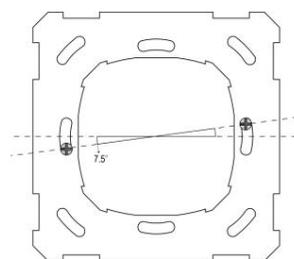

Fig.6
**Remarque:** Il existe un angle de déviation maximal de 7,5 degrés pour le vissage de la fixation métallique (voir Fig.6). La position de vissage de la boîte de montage peut être montée avec jusqu'à l'écart maximal de cet angle.